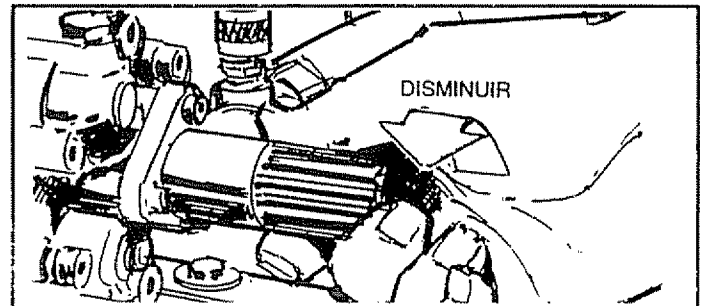

FIG. 12
- También puede ajustar la presión girando la perilla del control de presión (Fig. 12) al valor de presión deseado. El girar esta perilla por completo en sentido de las manecillas del reloj produce las presión más alta. No desatornille la válvula de control de presión demasiado porque se saldrá por completo.